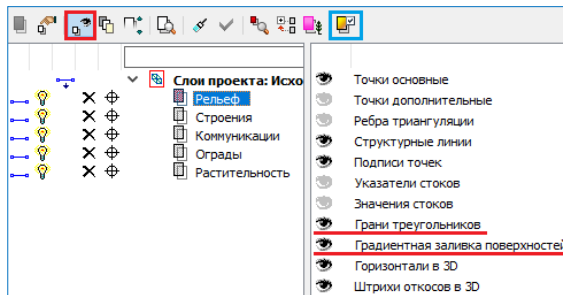

Рис. 6.13
17. При необходимости, поверхность можно отображать градиентной заливкой. Для этого в **Фильтрах видимости** (рис. 6.13) слоя **Рельеф** включите **Градиентную заливку поверхностей** (кнопка  вкладки **Слой**).